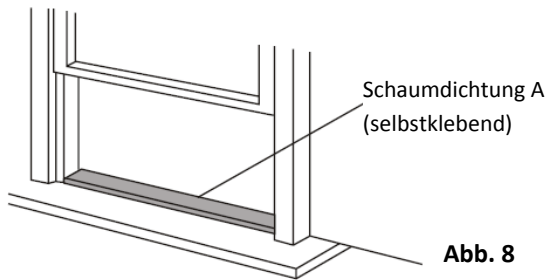

Abb. 8
1. Schneiden Sie die Dichtung A (selbstklebend) auf die passende Länge zu und kleben Sie sie auf den Fensterstock, Abb. 8. Dann schneiden Sie die Dichtung B auf die passende Länge und legen Sie diese auf die Dichtung A, Abb. 9.